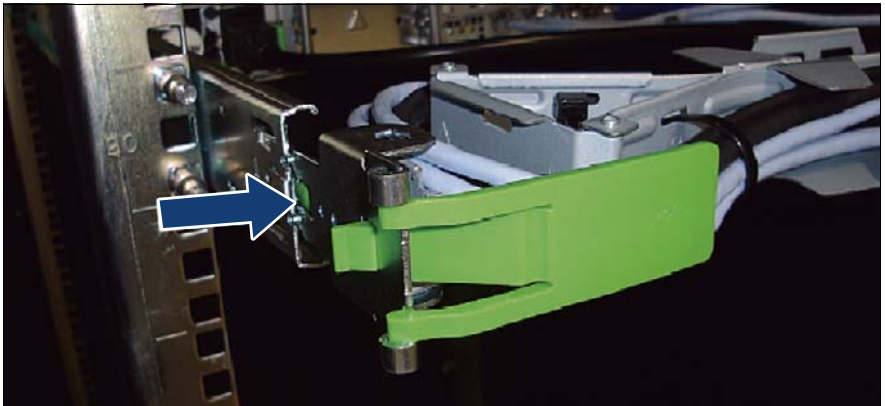

図 32: CMA ストッパのロック解除
- ▶ ロックスプリングを内側に押して、CMA ストッパのロックを解除します (図 32 を参照)。